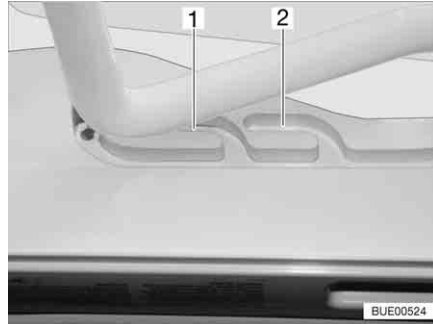
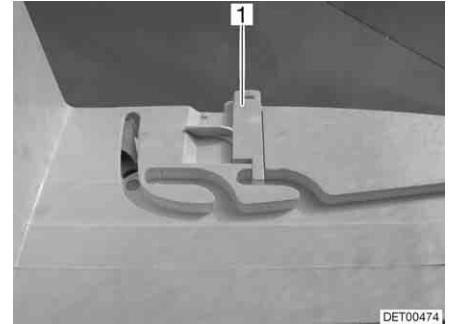

Bild 62 Heki-Dachhaube in Lüftungsstellung
Bild 63 Verriegelung Lüftungsstellung
Die Heki-Dachhaube kann in zwei Lüftungsstellungen gebracht werden: Schlechtwetterstellung (Bild 62,1) und Mittelstellung (Bild 62,2). Je nach Modell kann die Dachhaube in der Mittelstellung mit dem Riegel (Bild 63,1) verriegelt werden.
- Den Bügel leicht nach oben drücken und in die gewählte Führung (Bild 62,1 oder 2) schieben und ggf. verriegeln.